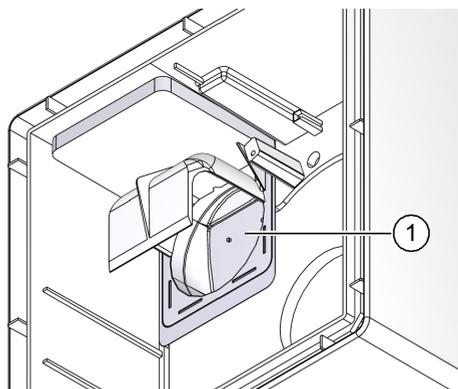

Рис. 21: проверить работу клапана
- ▶ Проверьте работу и доступ к противопожарному клапану/обратному клапану (поз. 1 на рис. 21). Удалите возможные загрязнения.